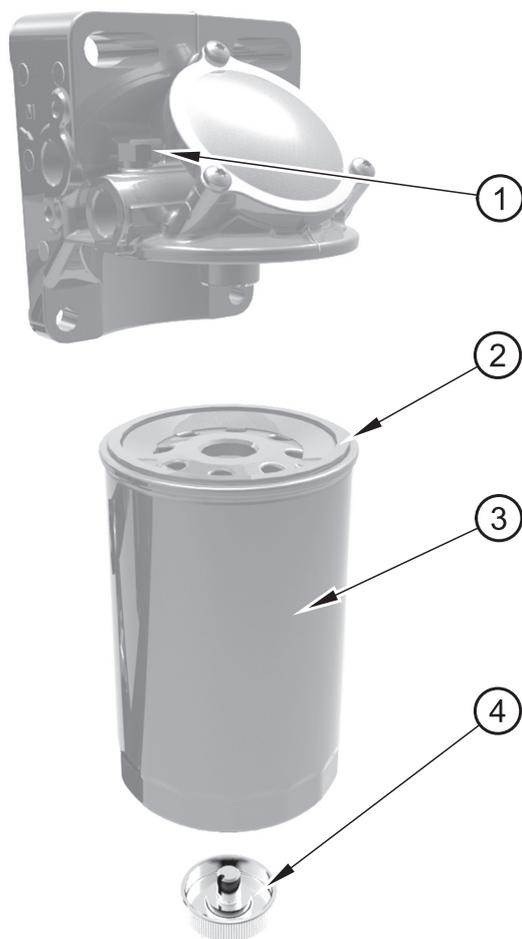

Figura 26
3. Posizionare un panno morbido sulla vite di sfiato (figura 26 voce 1) del filtro. Aprire la vite di sfiato per scaricare l'eventuale pressione all'interno dell'impianto di alimentazione.